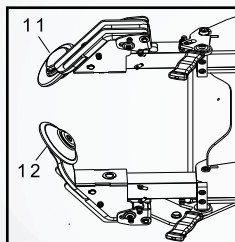

Рис.8
- Выведите нижний отжимной диск (12) из рабочего положения.
- Установите переключатель (19) в положение разблокировки.
- Переместите диск верхнего отжимного ролика (11) на расстояние 3–6 мм от края обода над шиной джойстиком (23).
- Установите переключатель (19) в положение блокировки.
- Опускайте диск верхнего отжимного ролика джойстиком (22), пока он не коснется шины. Одновременно начните вращать поворотный стол по часовой стрелке.
- Продолжайте нажимать кнопки и управлять джойстиком ((21) и (22)), чтобы диск верхнего отжимного ролика опускался с небольшими приращениями, в то время как шина вращается, чтобы начать операцию отжатия.
- После того, как диск отжимного ролика освободит достаточно места, начните смазывать специальной смазкой, как обод, так и борт шины (см. Рис. 8).
- Продолжайте вращать поворотный стол (в этой процедуре рекомендуется вращение против часовой стрелки), пока верхний борт не войдет в монтажный ручей обода, а затем продолжайте нажимать кнопку и управлять джойстиком ((21) и (22)), пока верхний борт шины не выйдет из обода полностью.